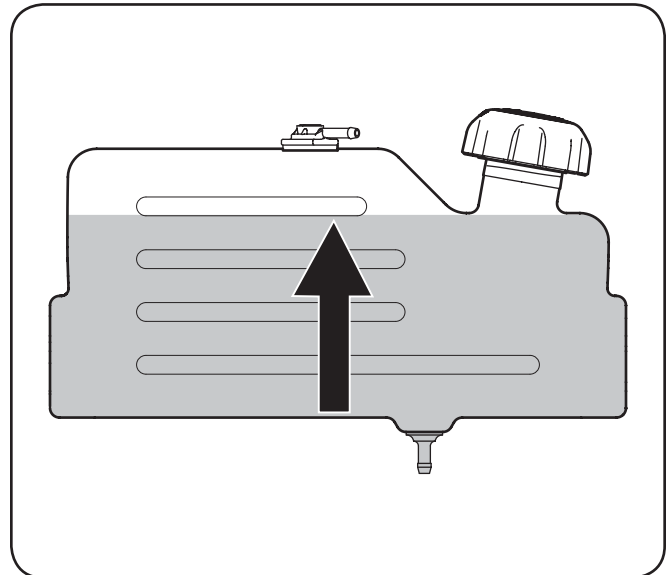

Figura 3-6
**¡IMPORTANTE:** No llene demasiado el tanque. Llene el tanque no pulgada más de 1 / 2 debajo de la base del cuello de llenado para dejar espacio para la expansión del combustible. No sobrecargue el tanque con combustible. Véase la Figura 3-6.